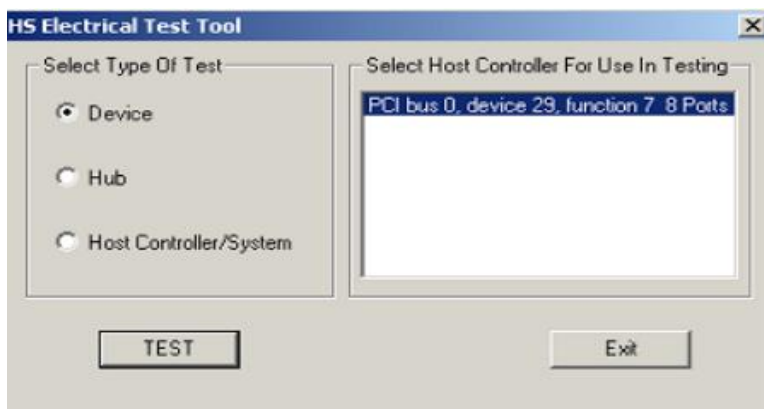

图 2-1 选择测试类型
2. 打开测试工具, 选择 “Device”, 然后点击 “TEST” 按钮, 如下图 2-1 所示。